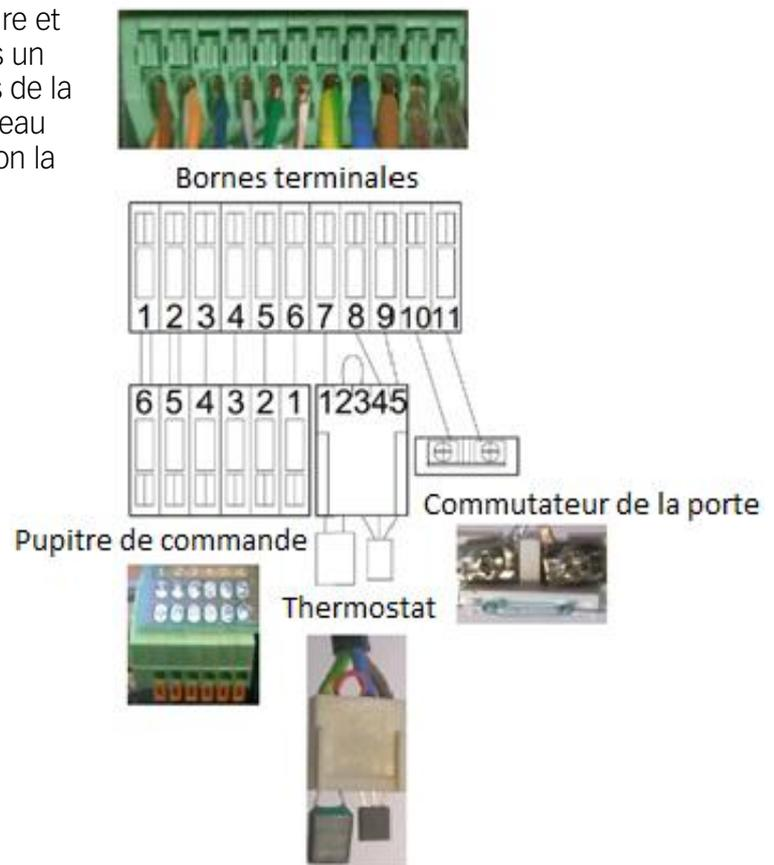

Figure3
4. Raccorder le câble à l'appareil (suivre la codification couleur) (Figure 3).